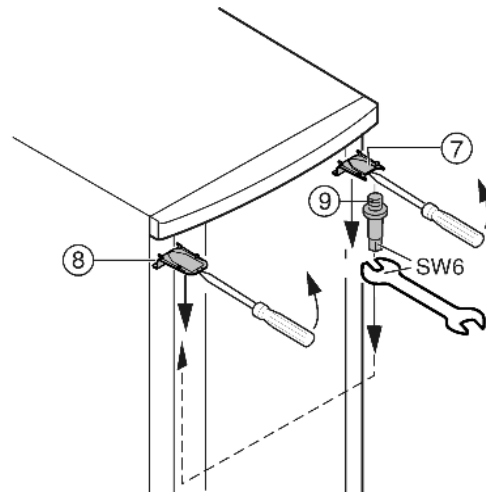

Fig. 6
- ▶ Верхнюю крышку *Fig. 6 (7)* и крышку *Fig. 6 (8)* с помощью отвертки выведите вперед из фиксатора и снимите, наклоня вниз.
- ▶ Выкрутите опорный палец *Fig. 6 (9)* и вкрутите на противоположной стороне (**с моментом 4 Нм**).
- ▶ Снова установите крышку *Fig. 6 (7)* на стороне опорного пальца: насадите сзади, защелкните спереди.
- ▶ Установите крышку *Fig. 6 (8)* на противоположной стороне: насадите сзади, защелкните спереди.
- ▶ Подвесьте верхнюю часть двери на опорный палец *Fig. 6 (9)*.